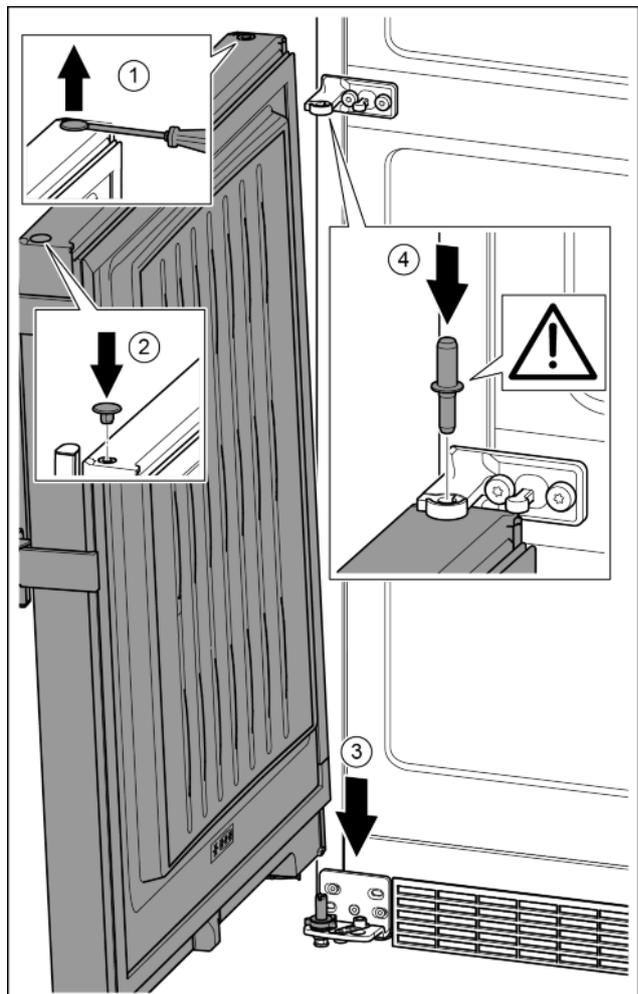

Fig. 21
- ▶ Soulever délicatement le bouchon avec un tournevis plat et le sortir. *Fig. 21 (1)*
- ▶ Remettre en place le bouchon de l'autre côté de la porte. *Fig. 21 (2)*
- ▶ Mettre la porte du haut sur l'axe de palier inférieur. *Fig. 21 (3)*
- ▶ Mettre en place l'axe de palier du milieu à travers le support de palier du milieu dans la porte inférieure. Veiller à ce que l'ergot d'enclenchement soit orienté vers l'arrière. *Fig. 21 (4)*